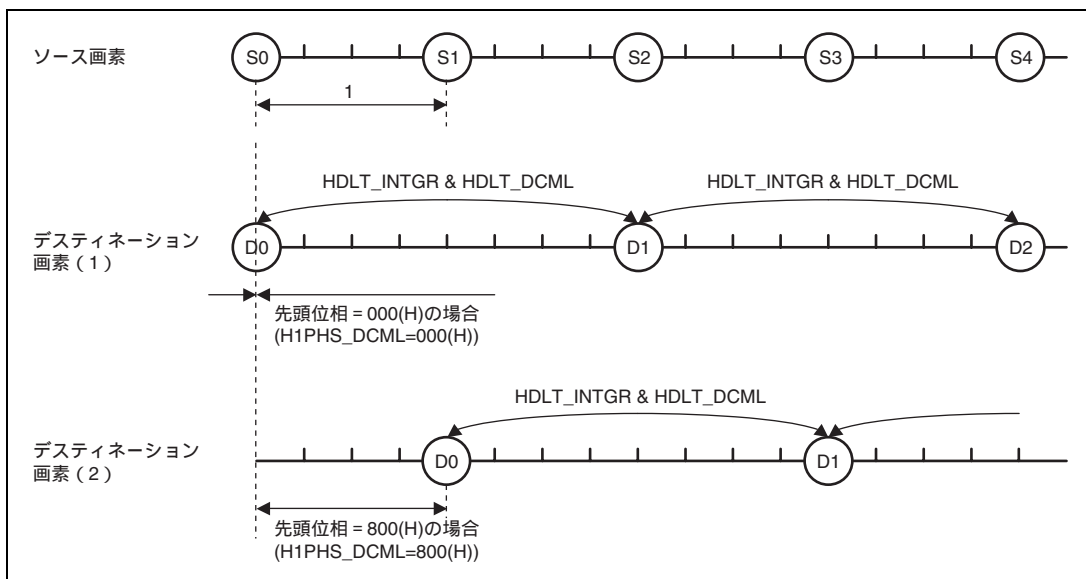

図26.34 縮小サイズ (1/2 倍) 時の先頭位相の設定例
図 26.34 内の S0 ~ S4 はソース画素を、D0 ~ D2 はそれぞれの倍率において内挿されるデスティネーション画素を示しています。デスティネーション画素(1)は先頭位相を 0(H)に設定した場合、デスティネーション画素(2)は先頭位相を 800(H)に設定した場合のデスティネーション画素の内挿される位相を示しています。
先頭位相の小数部 (H1PHS_DCML ビットおよび V1PHS_DCML ビット) には、ソース画素間隔を"1"とした場合の割合を設定します。図 26.34 のデスティネーション画素(1)は、先頭位相 (H1PHS_DCML) = 000(H) の場合のデスティネーション画素の内挿位置を表しており、先頭画素(D0)は位相 0 の位置に生成されます。デスティネーション画素(2)は、先頭位相 (H1PHS_DCML) = 800(H) の場合のデスティネーション画素の内挿位置を表しており、先頭画素(D0)は先頭位相 (H1PHS_DCML) 分だけ進んだ位置に内挿され、それ以降は先頭位相を保ったまま内挿されます。